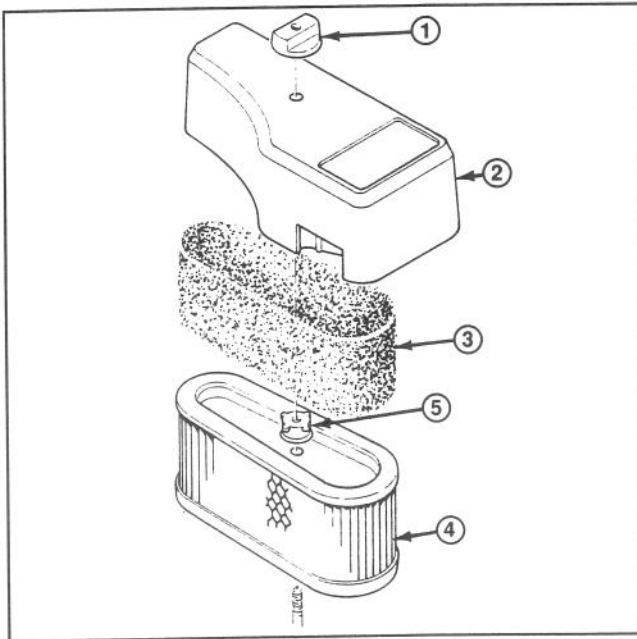

Abbildung 16
2. Das Klemmrad und die Abdeckung vom Filter entfernen (Abb. 16).
3. Der Schaumvorrainer muß alle 25 Betriebsstunden gereinigt werden (Abb. 16), indem er von der Papierpatrone abgeschoben wird (Abb. 16).
4. Die Papierfilterpatrone muß alle 100 Stunden ausgewechselt werden. Eine (1) Mutter von der Oberseite der Papierpatrone entfernen (Abb. 16).